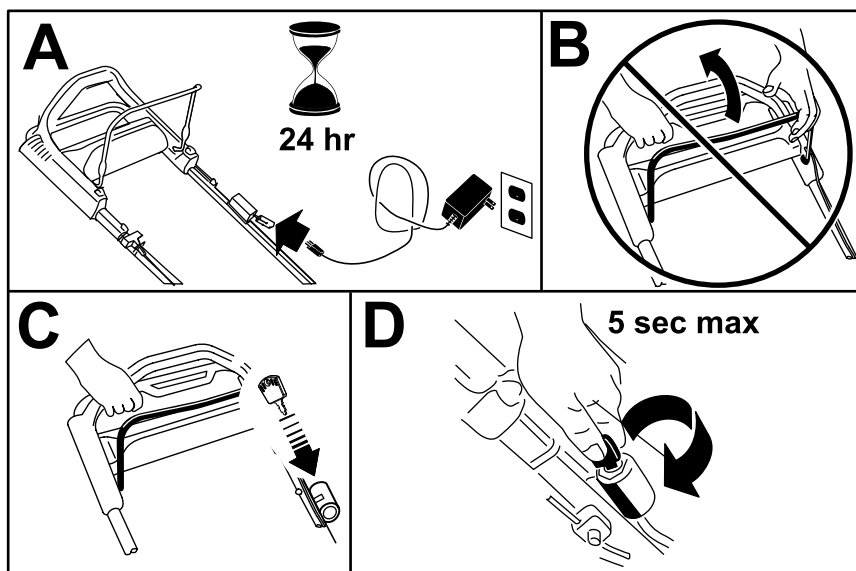

Figura 15
1. Cargue la batería durante 24 horas antes de usar la máquina por primera vez (Figura 15, A).
Importante: No intente arrancar el motor con la barra de control de las cuchillas engranada; de lo contrario, puede fundir el fusible (Figura 15, B).
2. Introduzca la llave de contacto en el interruptor de encendido (Figura 15, C).
3. Gire la llave de contacto a la posición de Arranque y manténgala en esa posición; cuando el motor arranque, suelte la llave (Figura 15, D).